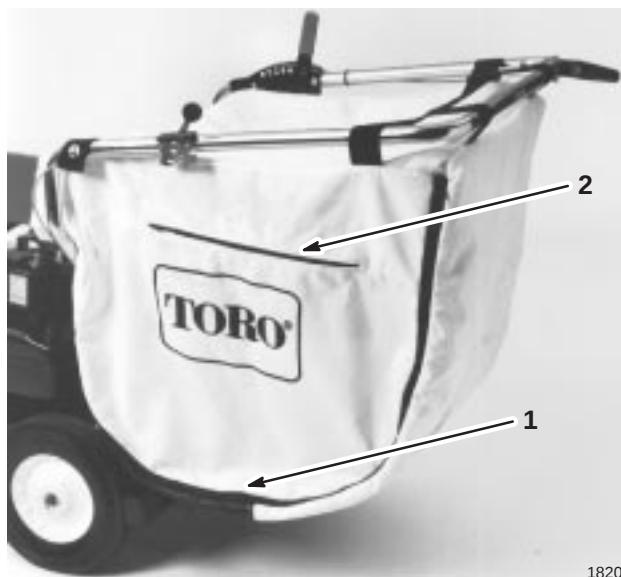

Bild 14
3. Öffnen Sie den Reißverschluss an der Seite des Sacks und entleeren den Inhalt (Bild 14).
Der Sack ist mit Reißverschluss-Entlüftungen versehen (Bild 14). Öffnen Sie, wenn Sie einen Bereich, der größtenteils frei von Staub ist, absaugen, die seitliche Entlüftung, damit Luft ungehindert ausströmen kann. Schließen Sie die Entlüftung, wenn Sie einen staubigen Bereich absaugen.